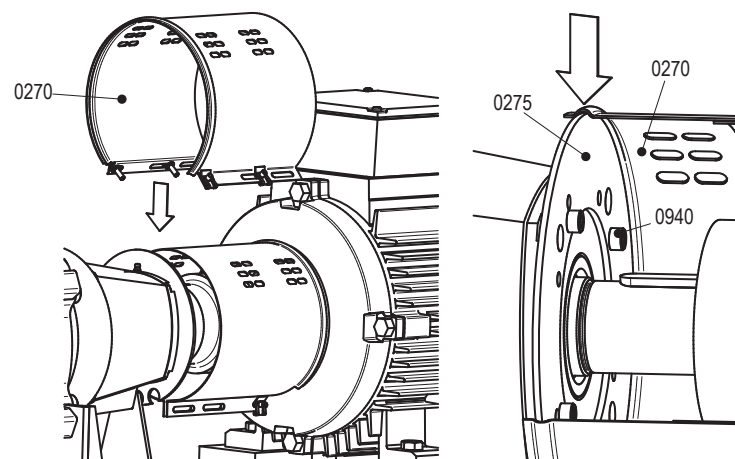

Рисунок 16. Установка кожуха на стороне насоса
- 7 Выверните болты (0940) и снимите монтажную пластину (0275) с крышки подшипника (2115). Для моделей L5/L6: выверните болты (0940) и снимите монтажную пластину (0275) с держателя подшипника (2840). См. рисунок 16.
Для моделей L5/L6: установите монтажную пластину (0275) на держатель подшипника (2840) с болтами (0940). См. рисунок 16.